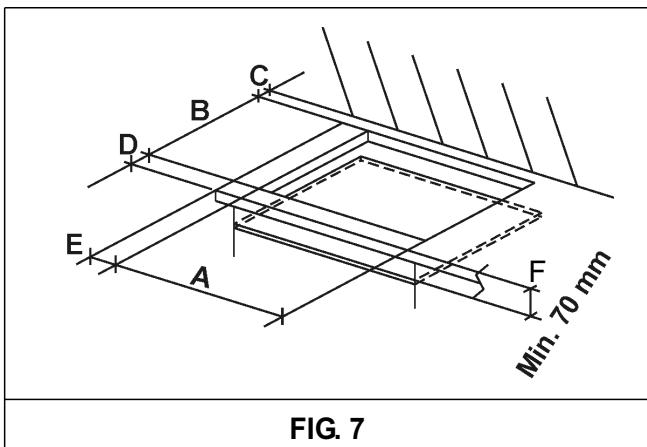

FIG. 7
No tampo do móvel componível, é necessário fazer uma abertura para o encastre com as dimensões indicadas na fig. 7, certificando-se de que sejam respeitadas as dimensões críticas do espaço no qual o aparelho deve ser instalado (ver as figs. 7 e 8).
- Para evitar possíveis contactos accidentais com a superfície da caixa da placa sobreaquecida durante o respectivo funcionamento, é necessário aplicar uma separação de madeira fixada por parafusos a uma distância mínima de 70 mm do tampo do móvel (fig. 7).